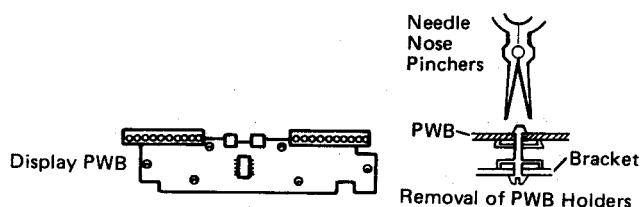

Figure 6-1
- (1) Take off the display PWB while keeping six PWB holders held by a needle nose pinchers. See Fig. 6-1.
- (1) Die Anzeige-Leiterplatte entfernen und dabei sechs Leiterplattenhalter mit einer spitzen Zange festhalten. Siehe Abb. 6-1.
- (1) Déposer la PMI d'affichage en tenant les six supports de la PMI à l'aide de petites pinces pointues. Fig. 6-1.